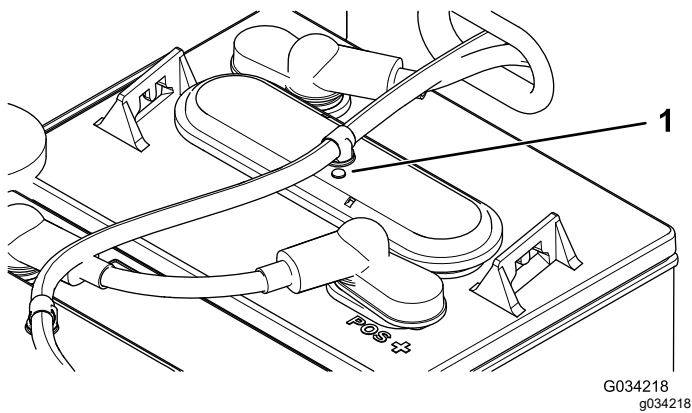

Figura 36
- Controllate gli occhielli su ciascuna delle batterie per vedere se sono neri o bianchi (Figura 36).